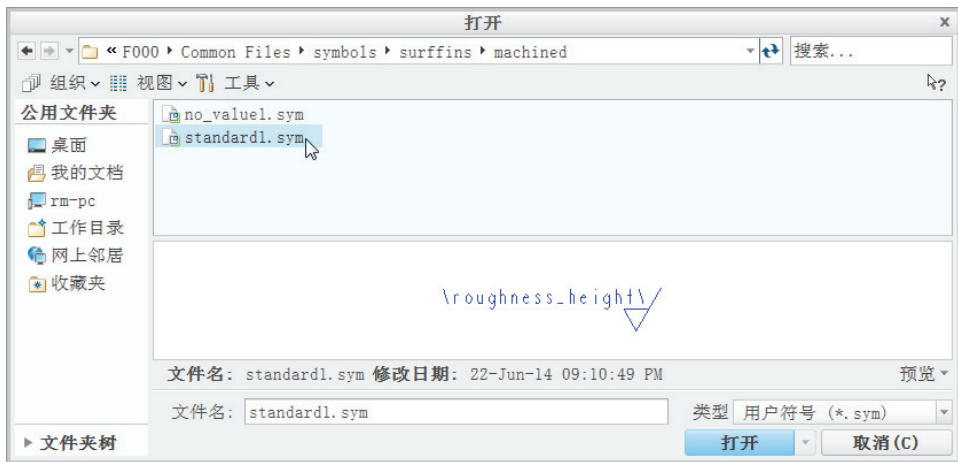

图 11-85 选择所需的表面粗糙度符号
2) 通过“打开”对话框展开“machined”类别，从中选择“ $\sqrt{\text{Ra}}$ standard1.sym”子符号，可以对它进行预览，如图 11-85 所示，然后单击对话框中的“打开”按钮。